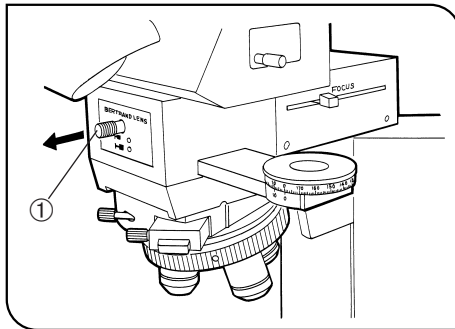

Fig. 23
1. Tirare la vite della lente di Bertrand ① in posizione (○) (Fig. 23).